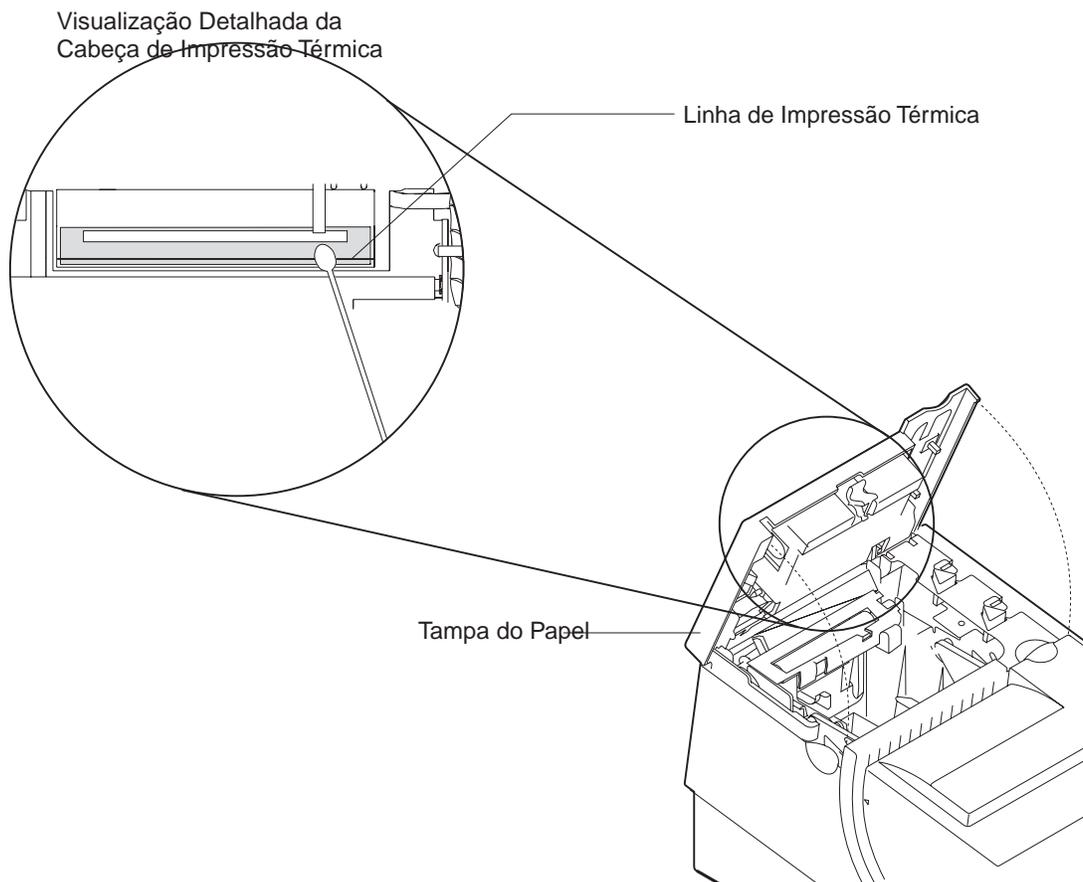

Figura 27. Cabeça de Impressão e Área da Linha de Impressão
2. Utilizando uma haste de algodão embebida em álcool isopropílico, limpe suavemente a cabeça de impressão várias vezes na linha de impressão e nas áreas ao redor. Consulte Figura 27.